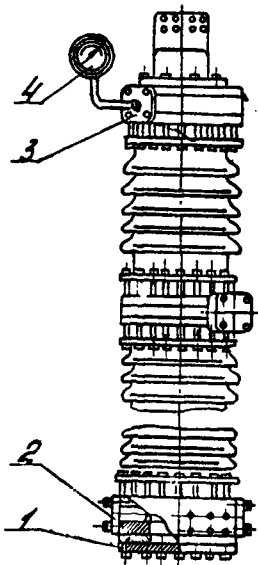

Рис.14. Схема сборки камеры для проверки на плотность:
13.7. Установить испытательные заглушки 1 (рис.14), 2, заглушку 3 со штуцером.